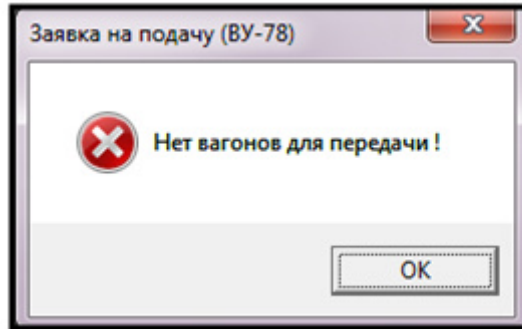

Рисунок 13 - Ввод Заявки - предупреждение
**!!! Внимание, вагоны которые отсутствуют в модели АРМ ВРП НЕ ВКЛЮЧАЮТСЯ в Заявку (см.рис.13).**